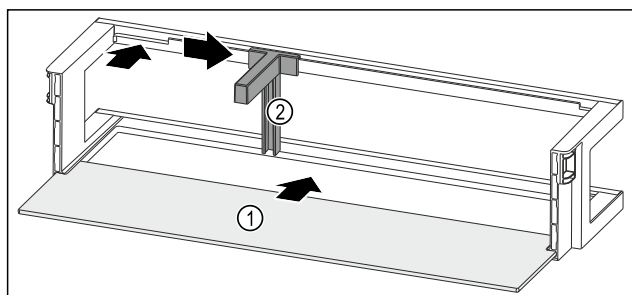

Fig. 121 Polica u vratima s policom za odlaganje
- ▶ Policu za odlaganje Fig. 121 (1) gurnite u bočne otvore.
- ▶ Držač za boce Fig. 121 (2) umetnite u otvor.
- ▶ Držač za boce Fig. 121 (2) pogurnite u željeni položaj na stranu.